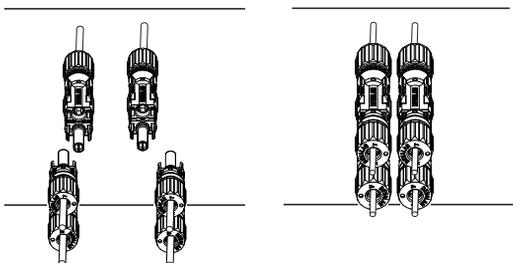

Imagen 3.6 Conexión de entrada de CC
d) Finalmente inserte el conector DC en la entrada positiva y negativa del inversor, como se muestra en la imagen 3.6.